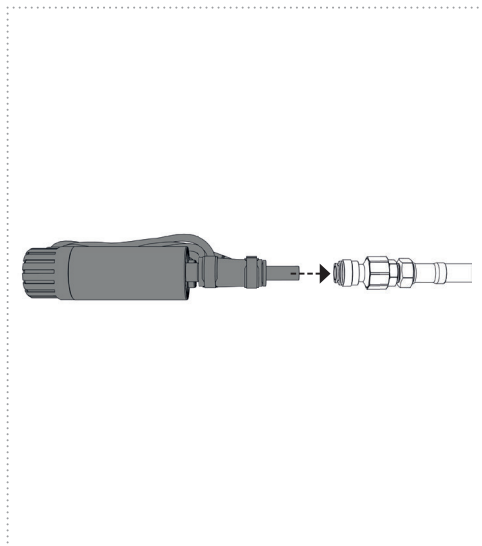

Figure 18
9. Détachez la pompe immergée de la bande Velcro et enfichez-la dans le tuyau d'aspiration (WATER IN) (Fig. 18)